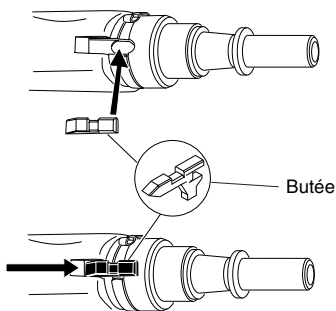

Figure 25 - Remise en place de la butée
5. Insérer la butée dans la fente du cylindre extérieur (Figure 25).
6. Pousser la butée vers le devant de l'outil (Figure 25).